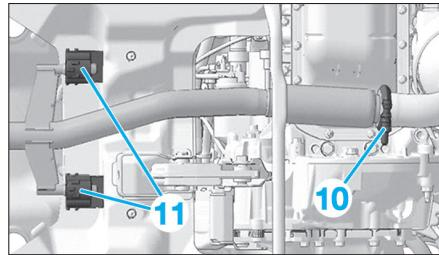

Fig. 8
- le collier d'échappement (10) (Fig.8).